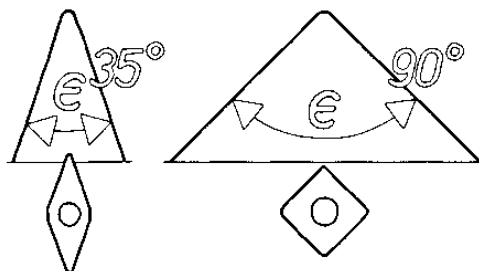

Рисунок 2
**29. Угол, показанный на рис.2 называется углом:**